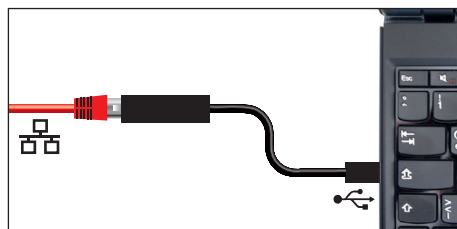

Abb. 7 Konverter Ethernet–USB
- ▶ Konverter Ethernet–USB (Abb. 7). Damit ist es möglich, den Ethernetanschluss des Geräts (siehe Seite 12) mit dem USB-Anschluss eines PCs/Laptops zu verbinden.